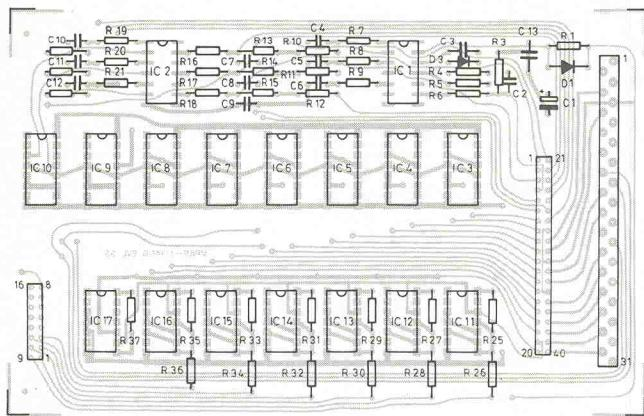
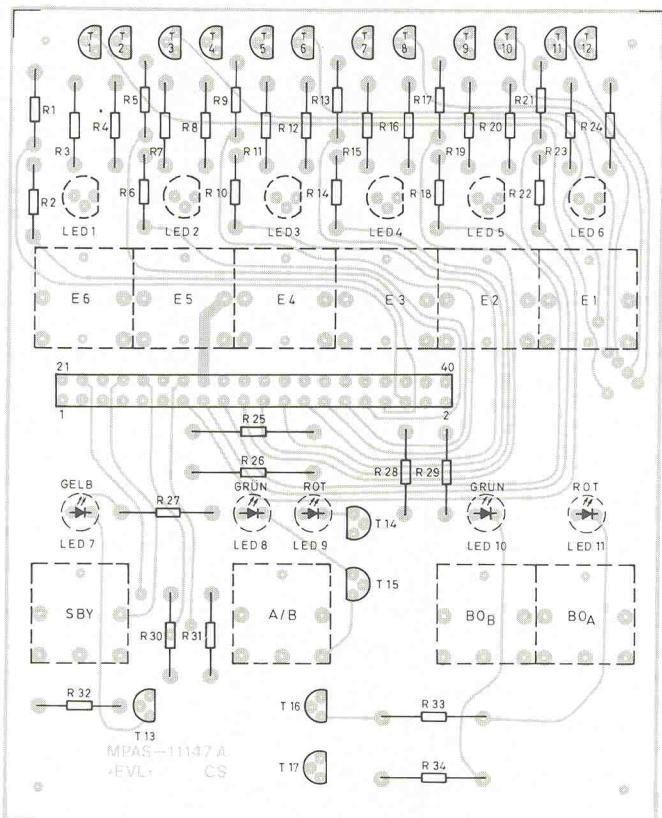

Bild 3. Bestückungsplan Control Main Board.
Bild 4. Bestückungsplan Control Keyboard. Für E1...E6 sowie SBY, A/B, B0B und B0A sind Digitaster vorgesehen.
IC9b schaltet den Standby und geht im Gegensatz zu IC9a mit seinem Ausgang direkt auf den Bus. Wenn die entsprechende Busleitung (19) 'HIGH' wird, schalten die Relais 1 und 2 im Netzteil die Anoden Spannung für die Endstufe ein (siehe auch Teil 1, Bild 3).
Bild 3 zeigt den Bestückungsplan des Control Main Boards und Bild 4 den des Control Keyboards. Beim Keyboard ist zu beachten, daß die LEDs und Taster auf die Frontseite (FS) und die anderen Komponenten auf die Bauteileseite (CS) kommen. Zweckmäßigerweise bestückt man zuerst CS mit allen Widerständen, Transistoren und der Steckerleiste. Nach dem Löten werden die LEDs und zum Schluß die Taster auf der Frontseite eingesetzt. Die Taster für die Effekte bekommen weiße Kappen, die Boosts graue, die A/B-Umschaltung eine schwarze und die Standby-Taste eine rote.